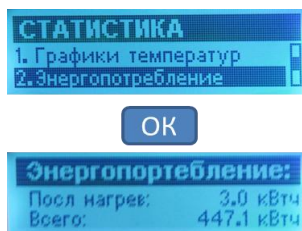

Рисунок 19.
7.4.5.2 «2. Энергопотребление» - переход в режим просмотра информации об энергопотреблении (см. рис. 19);